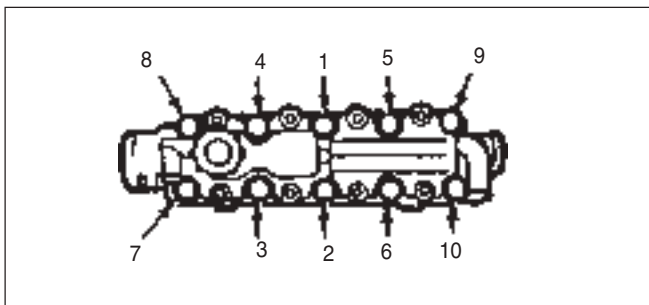

Fig. 20 Ordinea de strângere a șuruburilor chiulasei
Se strâng șuruburile chiulasei conform Fig. 20.
- Se strâng toate șuruburile chiulasei încă 30° în ordinea din Fig. 20.